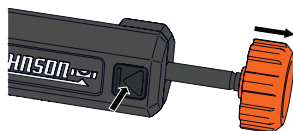

Figure 22
1. Pour monter le dispositif de serrage sur une mire de nivellement, appuyer sur le bouton de libération du dispositif de serrage et tirer le bouton du dispositif de serrage vers l'extérieur. (Figure 22)